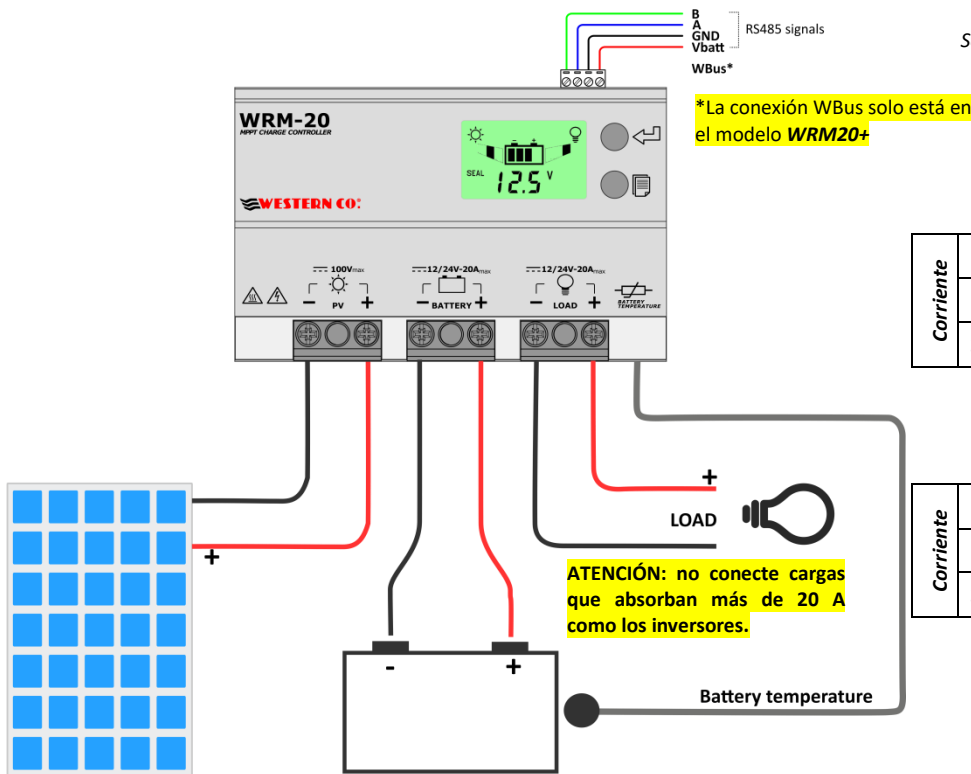

Fig.2 Esquema de conexión
- 2) Conecte en este orden: carga, sonda para medición de la temperatura de la batería (suministrada), módulo PV y por último la batería como en el esquema de la Fig.2. Cuando se conecta la batería el regulador se enciende y comienza a funcionar. Emplee secciones de cable apropiadas como se indica en la Fig.2.
En cuanto se realicen las conexiones, como en la Fig.2, es necesario proceder a la prueba final del sistema.